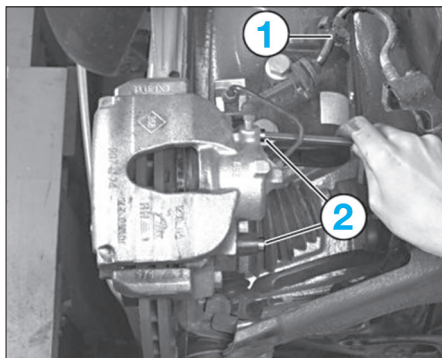

FIG. 7
- Détacher le flexible de frein (1) de l'amortisseur (fig. 7).